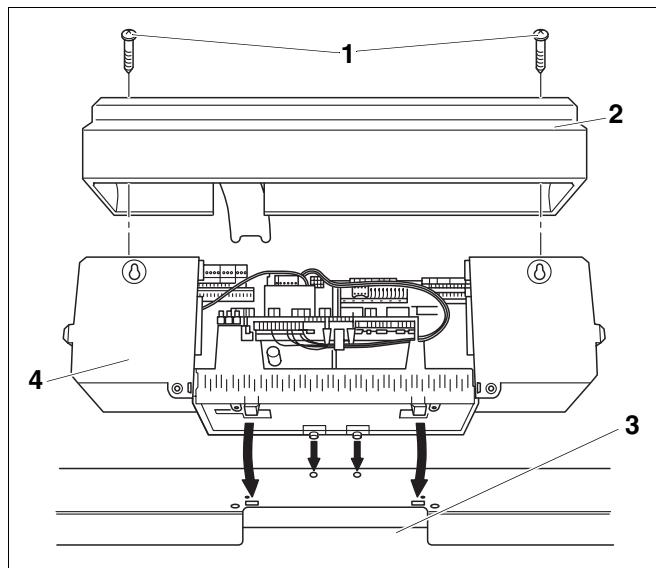

Рис. 10 Открытие и установка системы управления Logamatic 4000
- Оба винта (рис. 10, **поз. 1**) выкрутить сверху из крышки клеммного щитка (рис. 10, **поз. 2**) и снять ее.
- Слегка наклонив систему управления вперед, установить ее так, чтобы передние крюки вошли в овальные отверстия. Систему управления подвинуть вперед и отклонить назад до защелкивания обоих упругих крюков справа и слева (стрелки на рис. 10).
- Капиллярные трубы проложить через кабельный проход (рис. 10, **поз. 3**) и развернуть на требуемую длину.
- Установить крышку клеммного щитка (рис. 18, **поз. 1** и рис. 10, стр. 31, **поз. 2**) и закрепить винтами к системе управления (рис. 18, **поз. 2** и рис. 10, стр. 31, **поз. 4**).